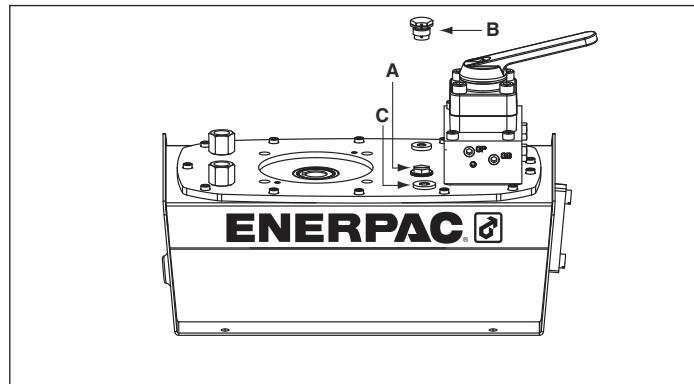
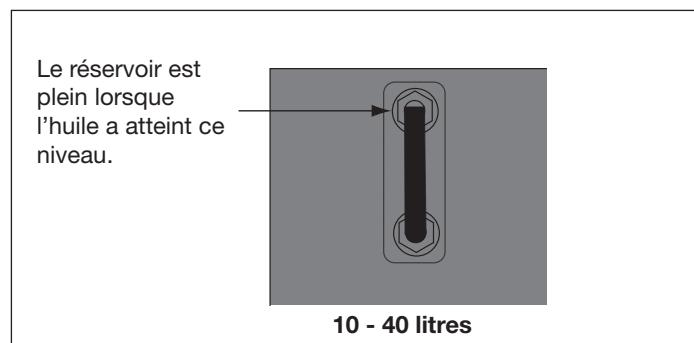

Figure 2, Installation du reniflard ZG
Figure 4
4.1 Bouchon reniflard du réservoir (Voir figure 2)
La pompe requiert une pression d'air dynamique de 4,2 à 7 Vérifier le niveau de l'huile de la pompe avant le démarrage, au besoin enlever le bouchon SAE n° 10 de la plaque de recouvrement pour ajouter de l'huile (voir fig. 2). Le réservoir est plein lorsque le niveau de l'huile atteint le haut du verre-regard. (Fig. 4).